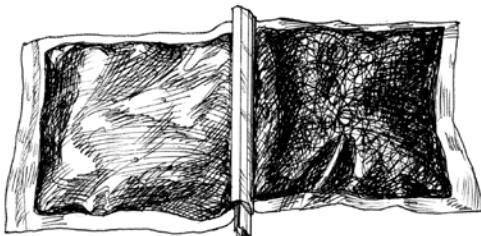
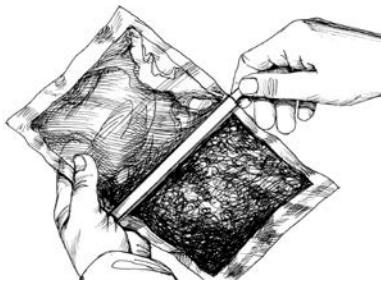

Рис. 12. Полиэтиленовый пакет с герметиком ВИЛАД-13.
Рис. 13. Удаление разъемной перемычки.
3.19. Компоненты, расфасованные в полиэтиленовый пакет (рис. 12), после удаления разделяющей их перемычки (рис. 13), тщательно перемешивают до однородной массы в течение 2-х минут (рис. 14), вскрывают пакет, обрезая угол, и заливают смесь в муфту, выдавливая ее из пакета.